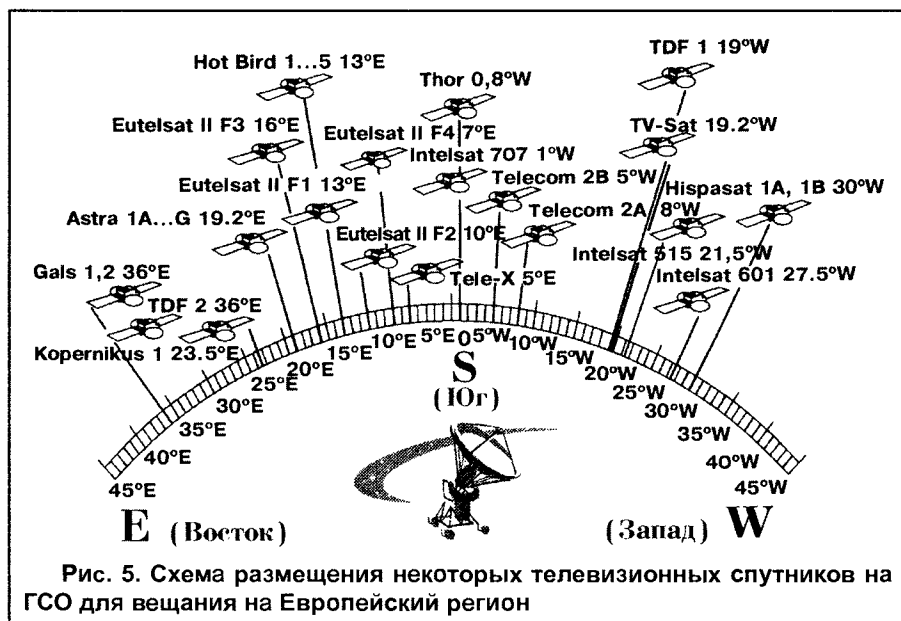

Рис. 5. Схема размещения некоторых телевизионных спутников на ГСО для вещания на Европейский регион
В некоторых случаях горючее используется для изменения позиции спутника на ГСО. Так, например, российская компания "НТВ+" в 1997 году арендовала французский спутник TDF2, который находился в позиции 19°E. По командам с Земли с помощью собственной двигательной установки спутник переместился на позицию 36°E, где уже находились два ИСЗ ГАЛС этой компании. Какой большой путь пришлось преодолеть спутнику по ГСО, можно предположить по рис. 5. Это было сделано для того, чтобы зрители компании "НТВ+" смогли смотреть всего лишь пять программ телевидения с одного направления! В дальнейшем произошли другие изменения в позиции 36°E, так что нам придется еще вернуться к рис. 5. А пока рисунок напоминает, как принято сокращенно обозначать восточную (E), западную (W) долготы спутников на ГСО.
Такой эффект использован группой из шести спутников ASTRA (1A, 1B, 1C, 1D, 1E, 1F), пяти спутников HOT BIRD (рис. 5). Даже при малом окне размерами  $0,07^\circ$  линейные размеры такого окна достаточно велики и составляют более 50 км. При использовании бортовых систем автоматической корректировки число спутников, размещенных в одной позиции, может быть увеличено по сравнению с ныне достижимым. Управляющий центр учитывает и наклонение относительной эллиптической орбиты относительно экваториальной плоскости Земли. Эта степень свободы позволяет еще безопаснее удерживать спутники в окне допуска, так как даже при смещениях отдельных относительных орбит в восточно-западном направлении спутники постоянно находятся на удалении.
Очень часто в цепях различных устройств усиления, преобразования и обработки электрических сигналов, помимо переменного тока или напряжений, действуют также постоянные токи и напряжения, к примеру – питающие. На **рис. 5** показана временная диаграмма напряжения на коллекторе транзистора простейшего усилительного каскада. Здесь одновременно действуют два напряжения – постоянное напряжение коллекторного питания  $E_k$  и переменное гармоническое напряжение (усиливаемый сигнал) с амплитудой  $U_k$ . В этом случае в спектре такого гармонического процесса (**рис. 6**), кроме составляющей на частоте  $f = 1/T$  с амплитудой  $U_k$ , появляется также постоянная составляющая на нулевой частоте величиной  $E_k$ .